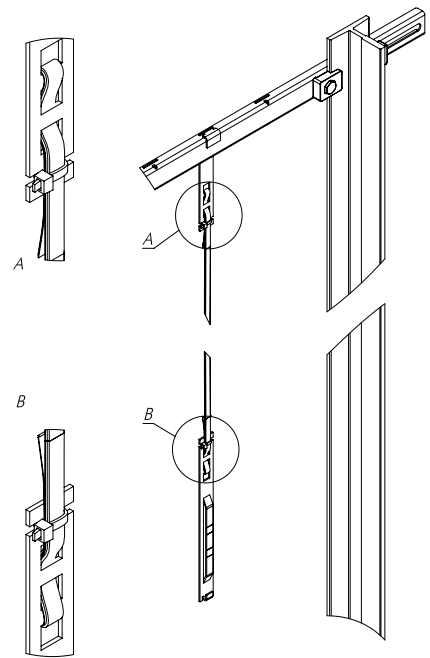

FIG 4
- D** Der Bandhalter muss bei diesem Schritt im Querträger sein. Fädeln Sie nun das Band in den Bandhalter wie im Bild gezeigt. Achten Sie auf die Orientierung des Bandes. Die Magnetseite muss später zum Sensorkörper zeigen. Das Prinzip funktioniert wie ein selbsthemmender Gürtel. Lassen Sie mindestens 20 cm Band überstehen und drücken Sie das Band im Bandhalter flach. Ein Knick im oberen Bogen ist gewünscht. Sichern Sie zum Schluss das Band mit einem Kabelbinder am unteren Ende des Bandhalters (siehe FIG4).
- E** This step must be done with the clamp inside the crossbeam. Thread the tape through the clamp and back down, as shown. Mind the orientation of the tape – the magnet side must face the sensor body later on. Basically, the fixture works like a self-locking belt. Leave at least 20 cm tape at the spare end. Press the loops flat in the clamp. There should be a break in the upper loop. In the end, secure the tape with a cable tie at the bottom of the clamp (see FIG 4).
- F** Cette étape doit être effectuée avec l'attache insérée dans la traverse. Glissez la bande dans l'attache puis repassez. Attention au sens de la bande - la face magnétique doit être située du côté du corps du capteur. Le principe est un auto serrage de la bande. Laissez au moins 20 cm de bande dépasser l'extrémité de l'attache. Tirez alors sur la bande pour replier la boucle et sécurisez la en installant un serre câble (voir FIG 4).
- D** Nach dem Verlegen des Bandes im Aufzugschacht, bringen Sie den Bandhalter für Positionsschalter am unteren Ende des Bandes an. Lassen sie mindestens 20 cm Band überstehen und drücken Sie das Band im Bandhalter flach. Ein Knick im unteren Bogen ist gewünscht. Sichern Sie zum Schluss das Band mit einem Kabelbinder am oberen Ende des Bandhalters (siehe FIG 4).
- E** After the tape has been installed in the shaft, fix the tape fixture for the position switch to the lower end of the tape. Leave at least 20 cm at the spare end and press the loop flat in the clamp. There should be a break in the lower loop. The end, secure the tape with a cable tie at the top of the clamp (see FIG 4).
- F** Une fois la bande installée dans la cage d'ascenseur, installez à l'extrémité basse de la bande l'attache pour interrupteur Laissez au moins 20 cm de bande dépasser l'extrémité de l'attache. Tirez alors la bande pour replier la boucle et sécurisez la en installant un serre câble (voir FIG 4).